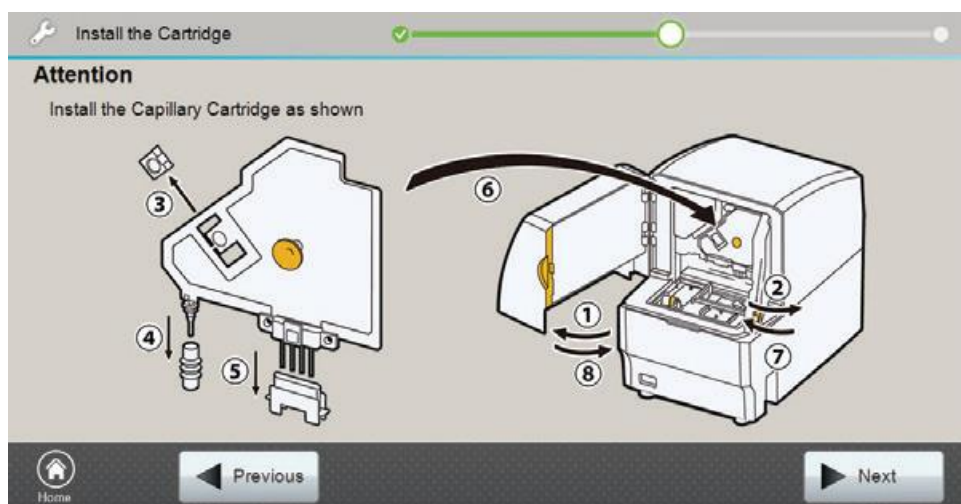

図 33 Install the Capillary Cartridge 画面
- Install the Capillary Cartridge** の画面（図 33）が表示されたら、フロントドアを開けてください。